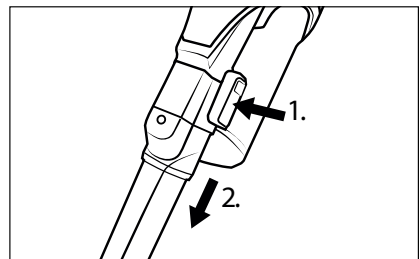

Abb. 15
- ♦ Zum Entfernen des Zubehörs halten Sie die Entriegelungstaste am Zubehör gedrückt und ziehen Sie dann das Zubehör vom Saugrohr 24 oder von der Saugöffnung des Gerätes ab (siehe Abb. 15).